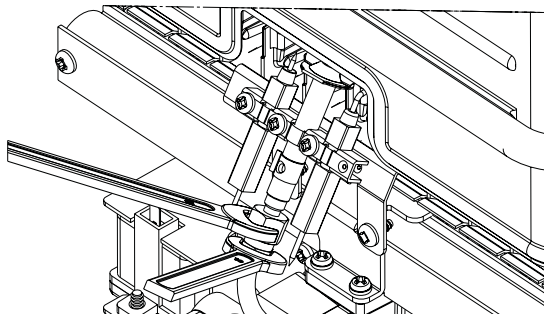

Рисунок 6
- 2.8.1 Открутите трубу запальника и поверните ее в удобное положение (рисунок 6).